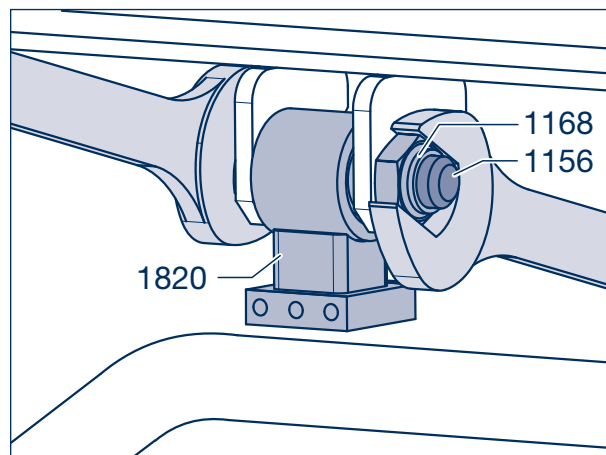

Рисунок 4
- [9] Если держатель (1820) для П-образного стабилизатора демонтирован, смонтировать его (рисунок 4), вручную навинтить новые стопорные гайки (1168, размер 46) на болты с шестигранной головкой (1156), не затягивать.